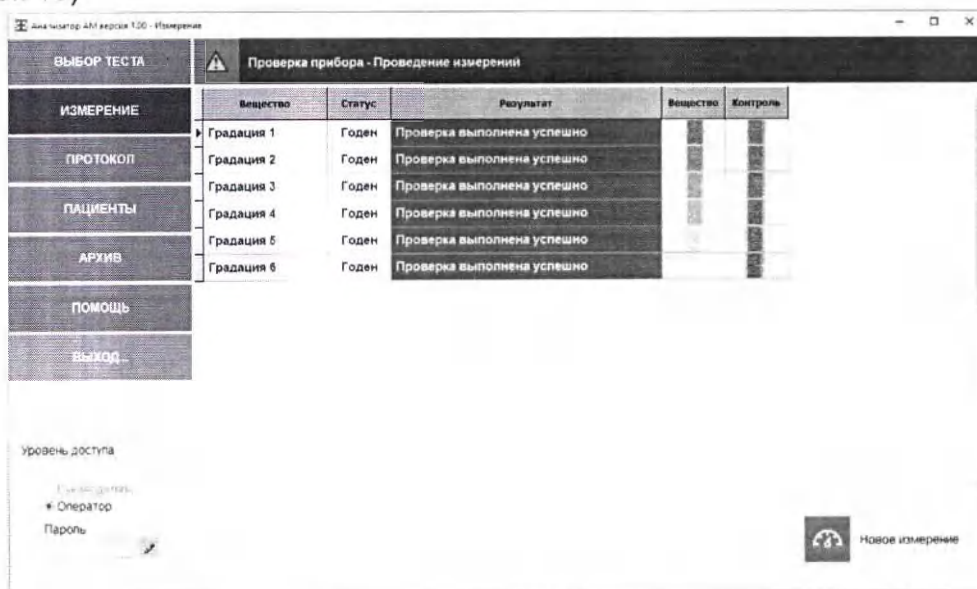

Рисунок 19
- 5) В графе результат появится надпись «Проверка выполнена успешно» (Рисунок 19)